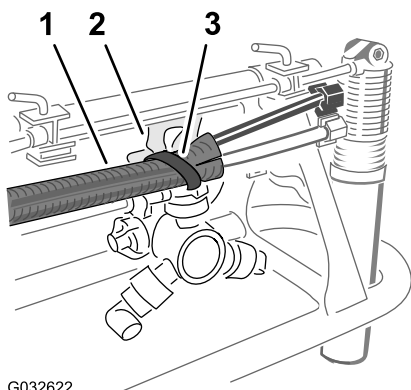

Figure 30
5. Attachez les tubes au trou du support de buse à l'aide d'un attache-câble, comme montré à la Figure 30.